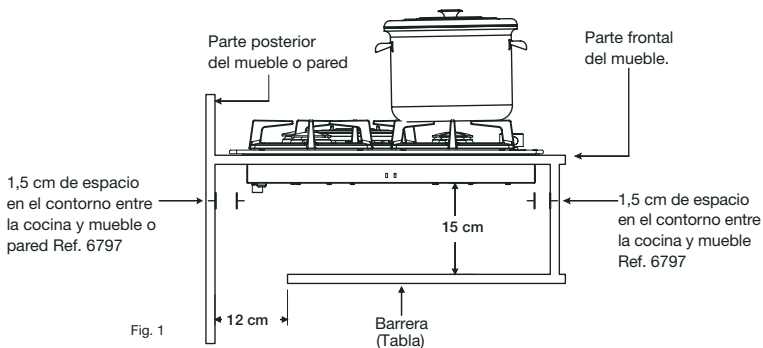
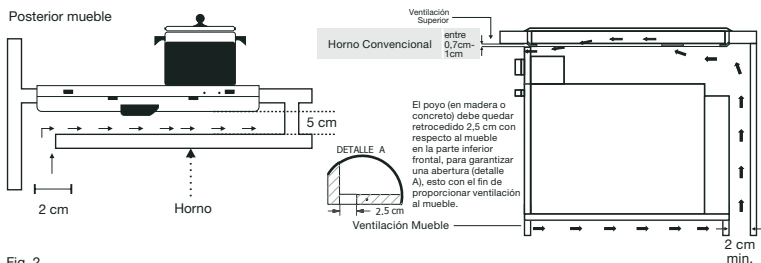

Fig. 1
Fig. 2
- Si desea instalar un cajón de utensilios debajo de la cocina, deberá colocar una barrera (tabla) entre ambos, a una distancia mínima de 15 cm desde la parte inferior de la cocina, ver fig. 1.
- Si la cocina es instalada con horno, el mueble debe tener una toma de aire en la parte inferior y una salida en la parte superior o frontal. ver fig. 2.
Antes de instalar tenga en cuenta las dimensiones de producto y ruteo (ver tabla 3) y la configuración de las dimensiones que se muestra en la fig. 1 y fig. 2.